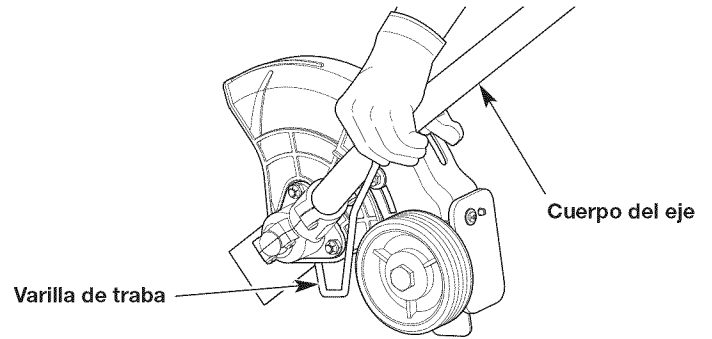

Fig. 8
2. Mantenga la varilla de traba en su lugar sosteniéndola al lado de la caja del eje (Fig. 8).
7. Mantenga la varilla de traba en su lugar sosteniéndola al lado de la caja del eje (Fig. 8).